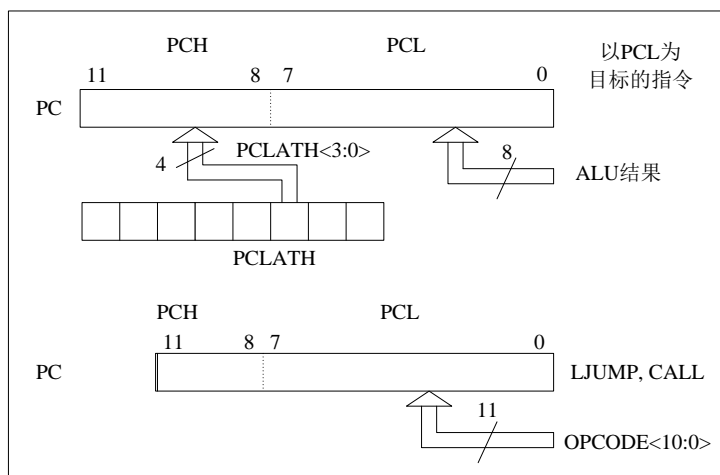

图 2-3: 在不同情况下装载 PC
程序计数器 (PC) 为 12 位宽。其低 8 位来自可读写的 PCL 寄存器, 高 4 位 (PC<11:8>) 来自 PCLATH, 不能直接读写。只要发生复位, PC 就将被清零。图 2-3 显示了装载 PC 值的两种情形。图 2-3 中上方的例子说明在写 PCL (PCLATH<3:0>→PCH) 时是如何装载 PC 的。